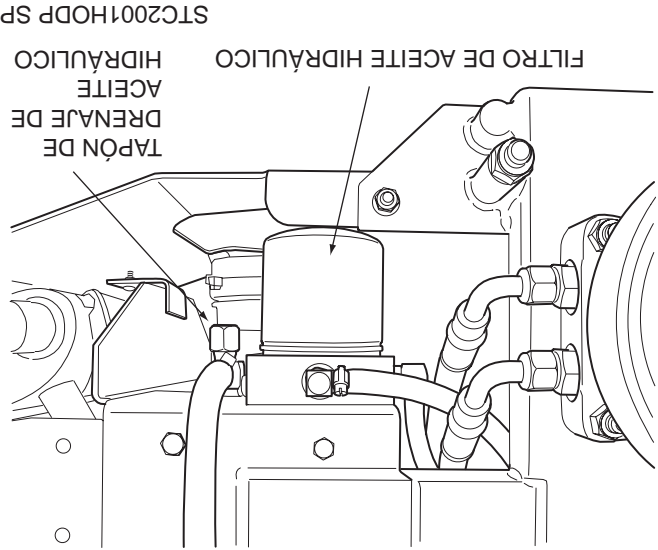

Figura 7-3. Filtro de aceite hidráulico y Tapón de drenaje
1. Quite el elemento del filtro de aceite y deséchelo adecuadamente. Vea la Figura 7-3. Llene el nuevo filtro con aceite limpio de motor e instálelo. Apriételo a mano solamente.
2. Coloque un recipiente adecuado debajo del filtro de aceite hidráulico. Inclíne el asiento hacia adelante. Quite la tapa de llenado del depósito y el tapón del drenaje del fondo de la T de drenaje en el lado frontal de la base del filtro. Vea la Figura 7-3. Permita drenar el fluido en el recipiente y deséchelo apropiadamente.